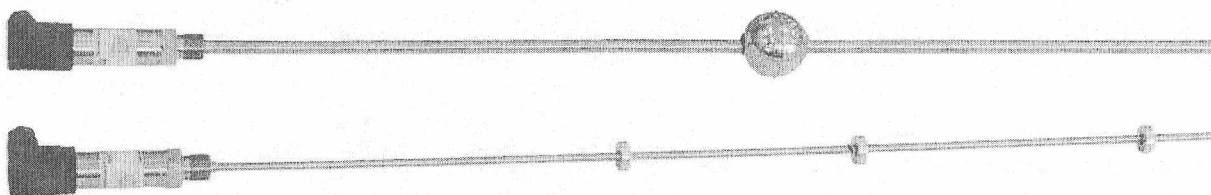

Рисунок 1 – Общий вид ПЛП в виде жесткой металлической трубы
- в виде жесткой металлической трубы, с пределом измерений до 4 м, рисунок 1;